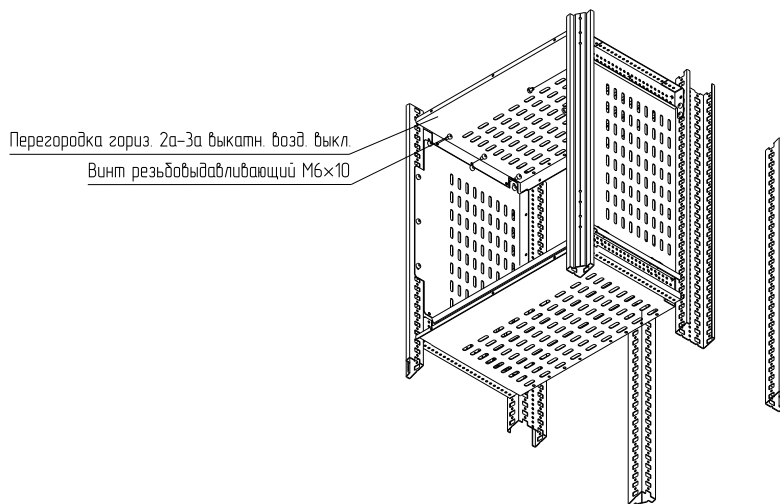

Рисунок 5
4.1.6 Приложить перегородку горизонтальную к верхним отверстиям боковых перегородок и закрепить винтами М6×10 (рисунок 5). Момент затяжки – 7 Н·м.